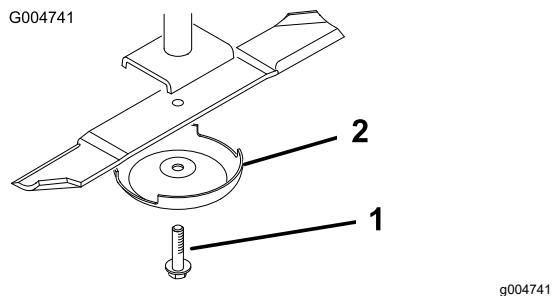

Figura 14
9. Instale las cuchillas, los protectores de césped y los pernos de las cuchillas (Figura 14).